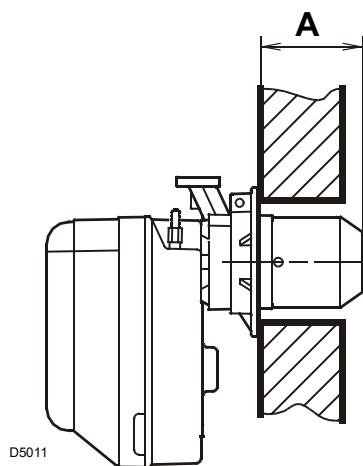

Fig. 11
Brenneren kan festes i ulike høyder (A) som vist i Fig. 11.